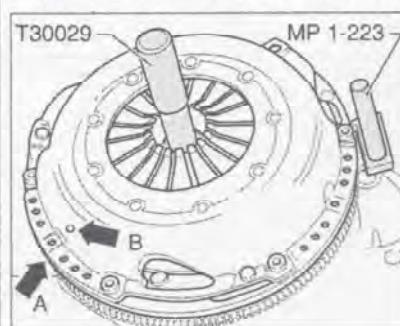

Рис. 7.19. Установите
1. Установите центровочное приспособление T30029 и стопор MP 1-223 (рис. 7.19).